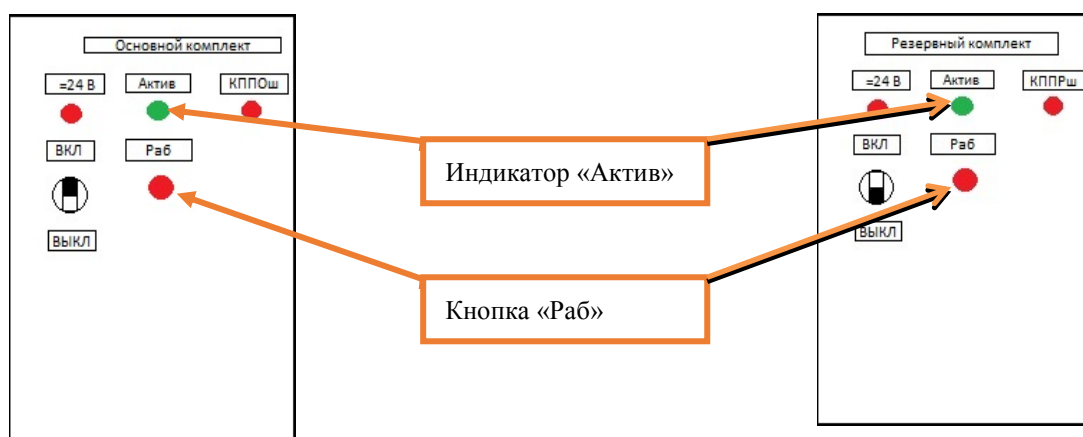

Рисунок 5. Выбор активности КТС УК.
7.3.3 На лицевой панели шкафа КТС УК по состоянию индикатора «актив» определить какой из комплектов находится в активном состоянии. Наличие зеленого огня на индикаторе «актив» свидетельствует об активности комплекта (Рисунок 5).
7.3.4 На лицевой панели активного КТС УК нажать и удерживать кнопку «Раб» (Рисунок 5) до момента переключения комплектов. При этом индикатор «актив» будет отображаться зеленым цветом: